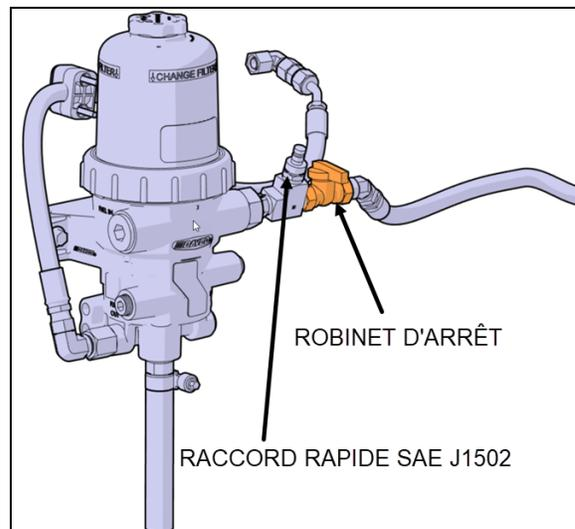

FIGURE 7: DAVCO FUEL PRO 386 AVEC ROBINET D'ARRÊT MANUEL
2. Fermer le robinet d'arrêt situé du côté de l'arrivée du carburant (Figure 7);
3. Retirez le capuchon d'aération et le torique du capuchon d'aération (A);
4. Ouvrez la vanne de vidange (I) un minimum de 3 tours et purgez complètement le carburant de l'unité;
5. Fermez la vanne de vidange (I);
6. Desserrer la bague (E), enlever le couvercle clair avec ressort du filtre (D), l'élément filtrant et le joint torique (B).